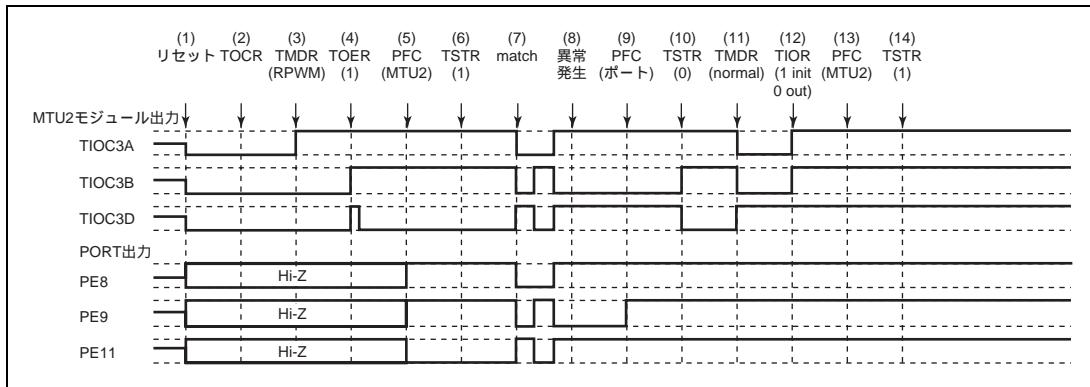

図 10.163 リセット同期 PWM モードで異常が発生し、ノーマルモードで復帰する場合
リセット同期 PWM モードで異常が発生し、再設定後ノーマルモードで再スタートする場合の説明図を図 10.163 に示します。
(1) ~ (10) は図 10.163 と共通です。
(11) PWM モード 1 を設定してください (MTU2 出力は正相側がローレベル、逆相側がハイレベルとなります)。
(12) TIOR で端子を初期化してください (PWM モード 1 では TIOC*B 側は初期化されません)。
(13) PFC で MTU2 出力としてください。
(14) TSTR で再スタートします。
(28) リセット同期 PWM モードで動作中に異常が発生し、相補 PWM モードで再スタートする場合の動作
(11) TOER でチャネル 3、4 の出力を禁止してください。
(12) TOCR で相補 PWM の出力レベルと周期出力の許可禁止を選択してください。
(13) 相補 PWM を設定します (MTU2 の周期出力端子はローレベルになります)。
(14) TOER でチャネル 3、4 の出力を許可してください。
(15) PFC で MTU2 出力としてください。
(16) TSTR で再スタートします。
(29) リセット同期 PWM モードで動作中に異常が発生し、リセット同期 PWM モードで再スタートする場合の動作
(11) PFC で MTU2 出力としてください。
(12) TSTR で再スタートします。
(13) コンペアマッチの発生によりリセット同期 PWM 波形を出力します。